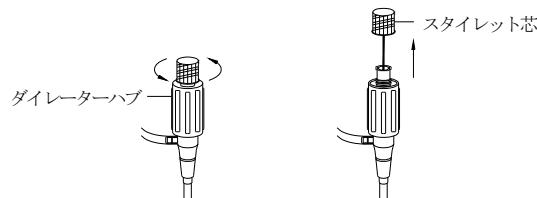

図2
4. 段付ダイレーターにスタイルット芯が装着されている場合は、ダイレーターハブを持ち、スタイルット芯を反時計方向に回して抜く(図2参照)。